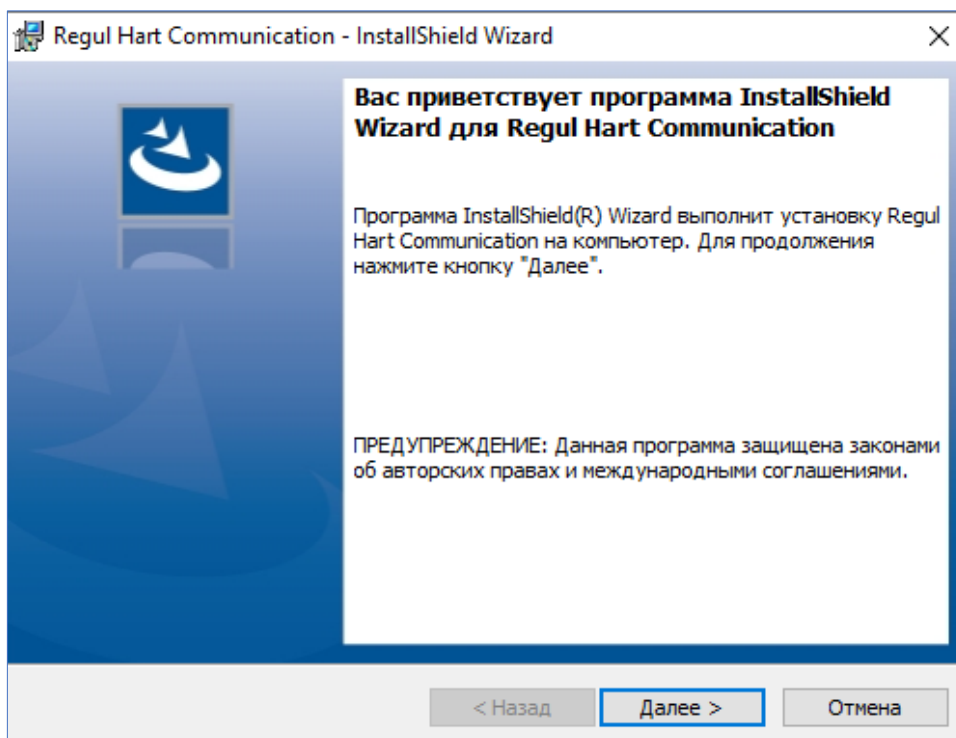

Рисунок 8 – Диалоговое окно программы-установщика
- перейдите к файлу *Regul HART Comm.exe* и дважды щелкните левой кнопкой мыши по названию, запустится установщик программы (Рисунок 8);